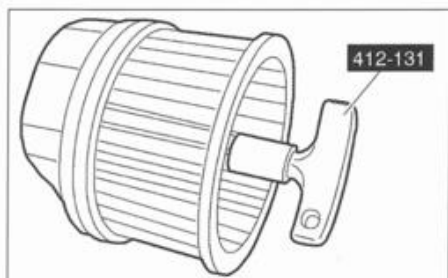

FIG. 10
- Desmontar el ventilador de calefacción con un útil adaptado (útil Ford ref. 412-131) (fig. 10).